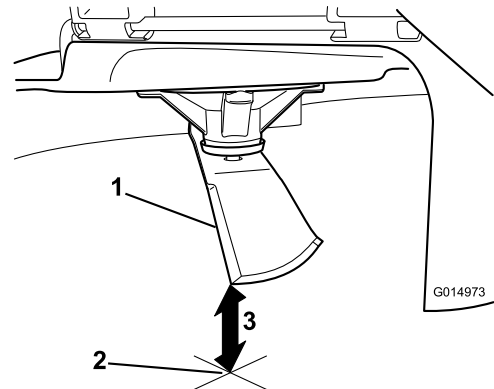

Figura 96
5. Mida desde la punta de la cuchilla hasta la superficie plana (**Figura 96**).